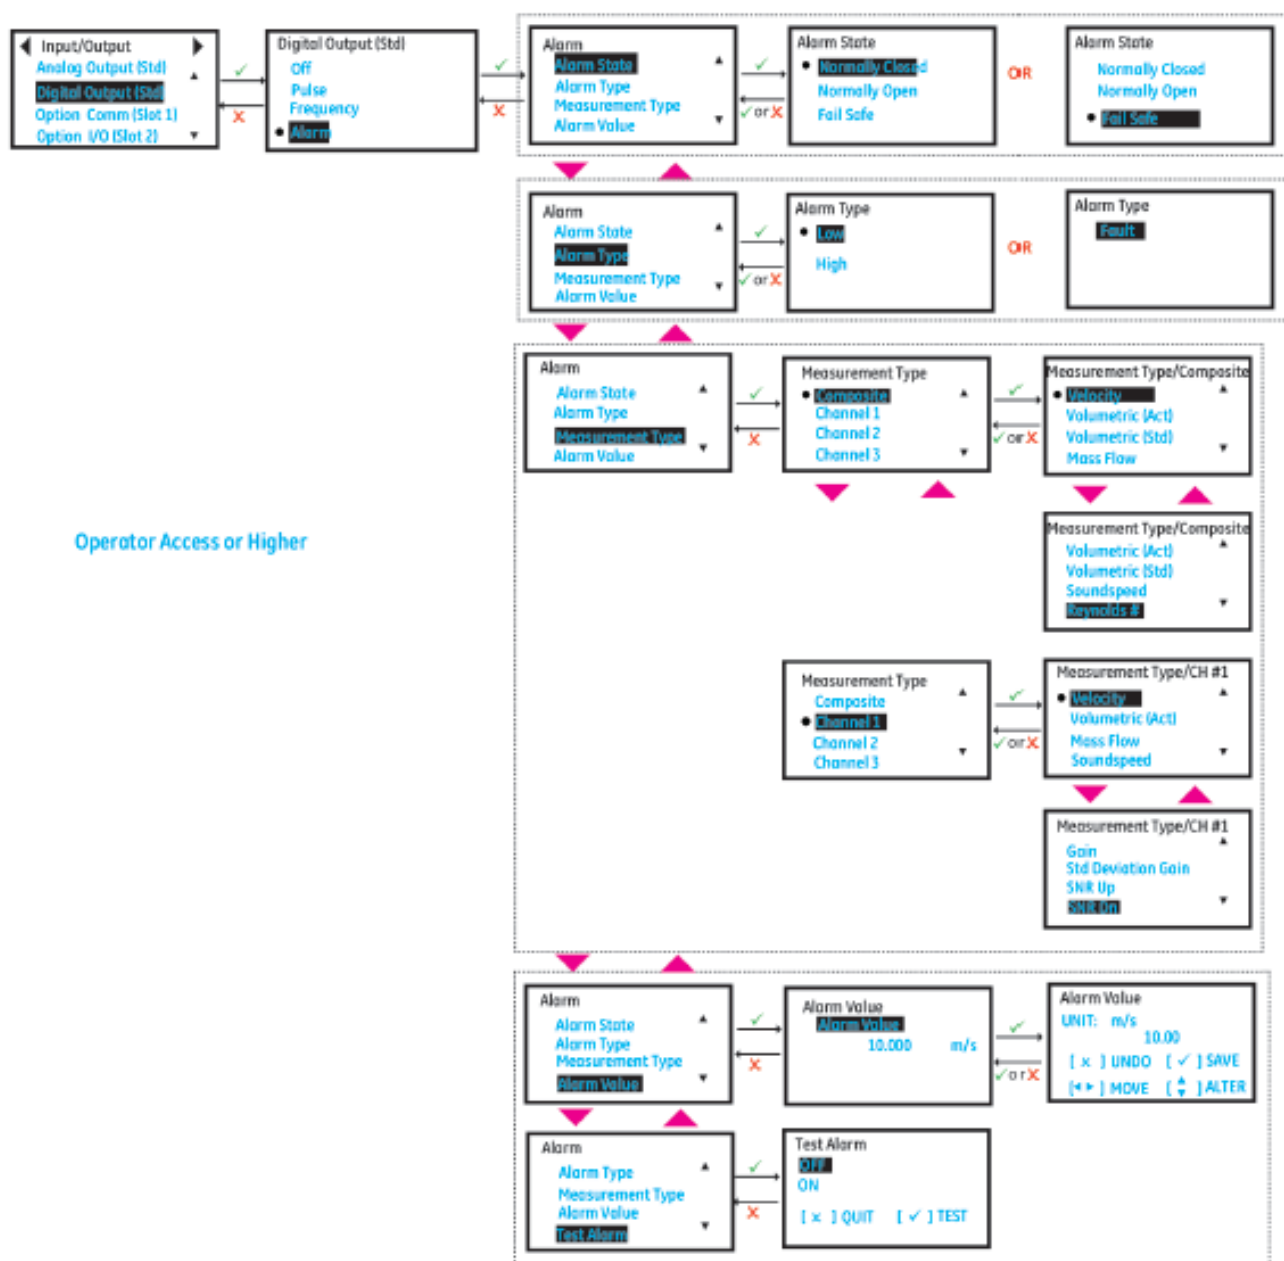

図 60: アラーム出力の設定
2. ニーズに合わせて、[Alarm State]、[Alarm type]、[Measurement]、[Alarm Value]オプションを選択してください。下の図 60 に、使用可能なオプションを示します。各オプションについては、次の表 13 も参照してください。